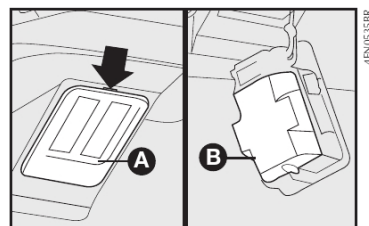

fig. 58
1) remover a lente transparente **A-fig. 58** forçando com uma chave de fenda no ponto indicado pela seta.